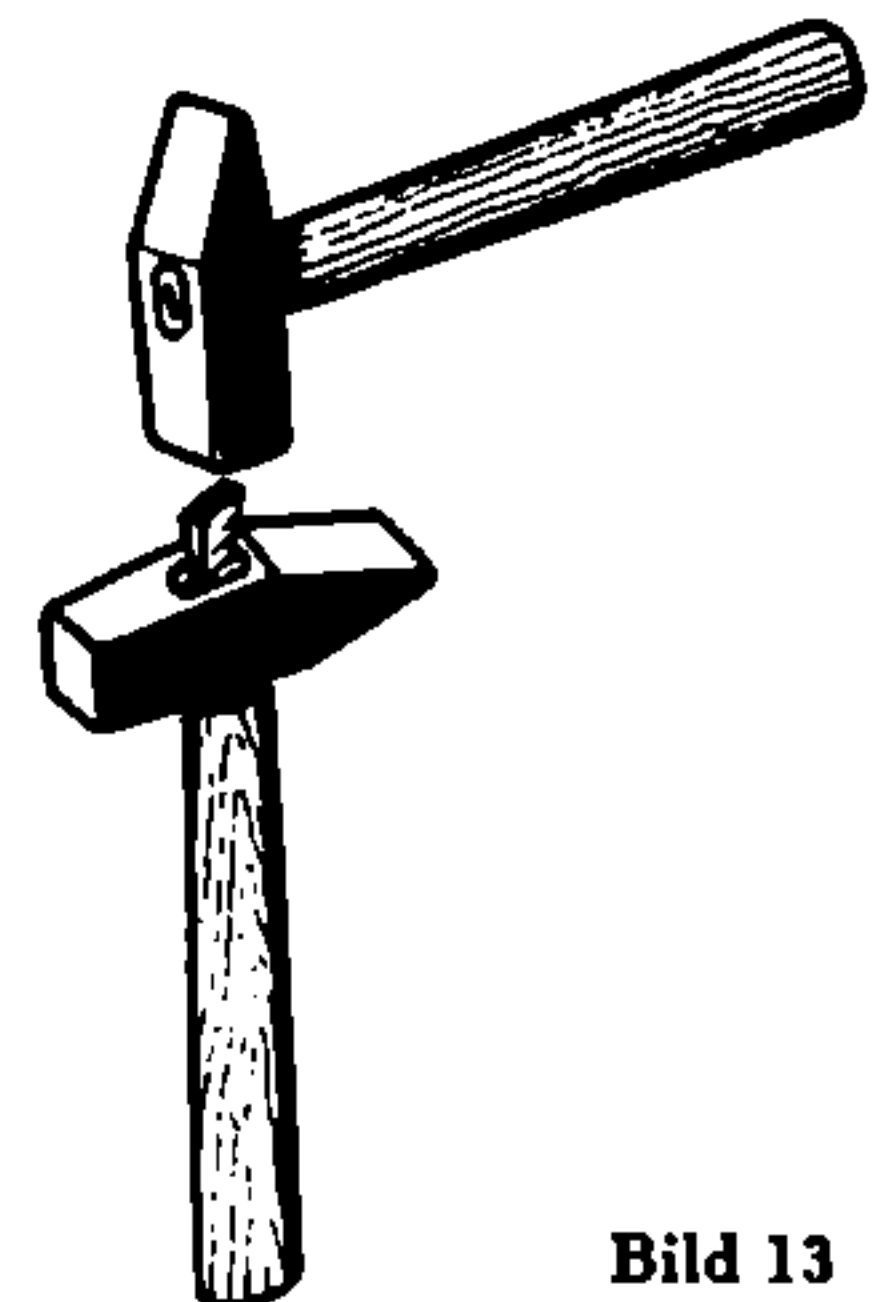

Bild 13
4. Spreizkeil eintreiben (Bild 13)!